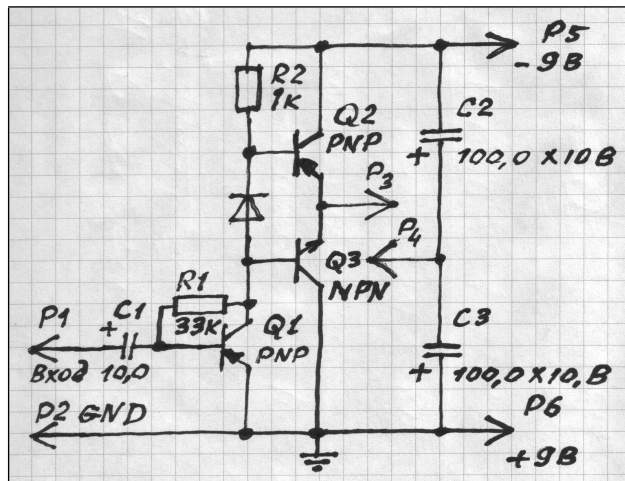
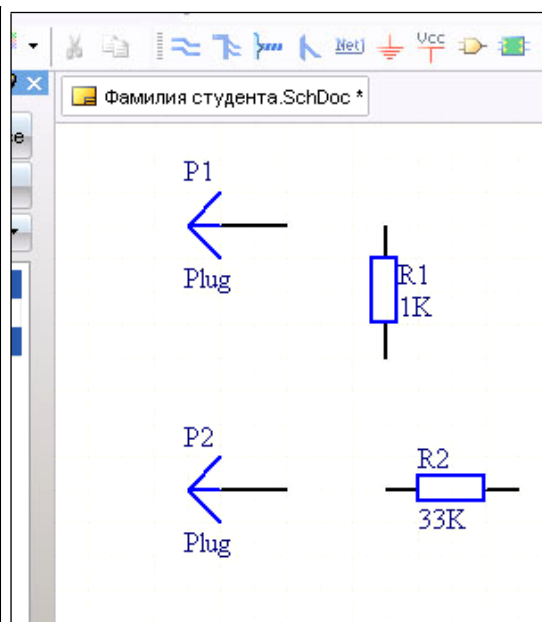

Рисунок 5
Рисунок 11
Розглянемо створення простої принципової схеми підсилювача низької частоти (ПНЧ) на трьох транзисторах (рис.5).
– Якщо винесені на схему елементи виявилися орієнтовані не так, як на початковому рисунку (рис. 5). Для повороту треба виділити елемент і натисненням клавіші «Пропуск» повернути в потрібну сторону. Для отримання дзеркального відображення розміщуваного елементу, обрати елемент курсором, натиснути ліву клавішу миші і клавішу *X* – це перевертає елемент по горизонталі (рис. 11). Аналогічний перевертот здійснюється клавішею *Y* (уздовж осі *Y*).